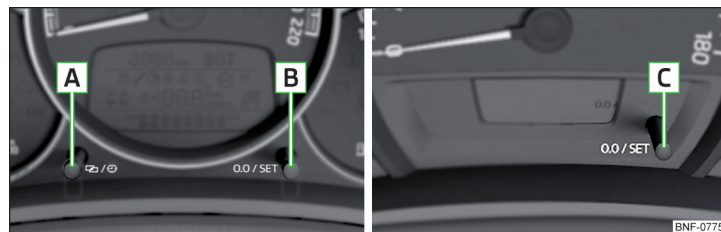

Fig. 21 Knapper i kombiinstrumentet: Type 1 og 2 / Type 3
- ▶ Hold knappen **[C]** inde » Fig. 21 på side 35, indtil visningen af klokkeslæt-udtermometeret blinker i displayet.
- ▶ Hold knappen **[A]** inde » Fig. 21, indtil timerne blinker i displayet.
- Hold knappen **[C]** inde » Fig. 21, indtil visningen af klokkeslættet blinker i displayet.
- Tryk på knappen **[B]** eller **[C]** » Fig. 21 på side 35.
- Vælg tælleren for tilbagelagt strækning (trip), og hold knappen **[B]** eller **[C]** inde » Fig. 21 på side 35.